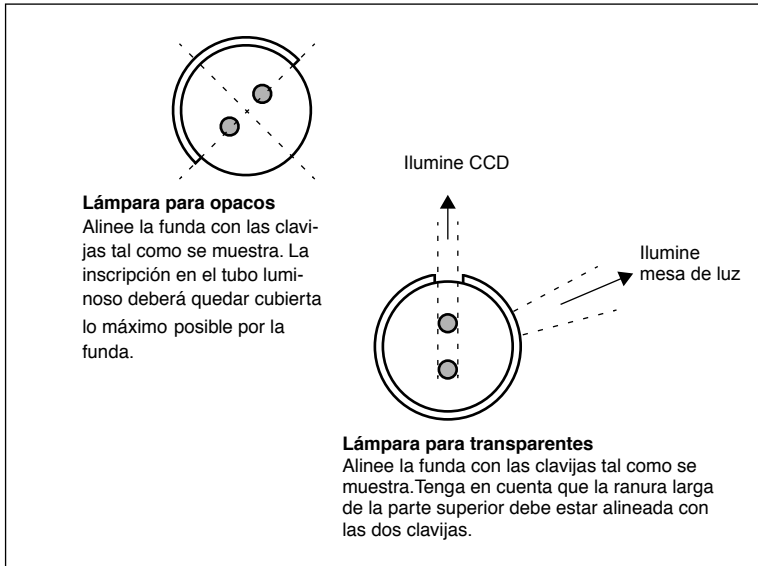

Figura 8: Alineación de la funda. La posición aproximada de ambas lámparas es tal como se ve desde la parte izquierda del escáner.
A veces, las fundas están pegadas en su sitio cuando el escáner sale de fábrica, pero cuando cambie el tubo luminoso, la funda dejará de estarlo; se ajustará para que no pueda salirse, pero podrá hacerla girar manualmente si lo intenta. La orientación correcta de la funda aparece en la Figura 8.
5. Coloque la nueva lámpara siguiendo el procedimiento contrario al que llevó a cabo para extraerla. Asegúrese de que la funda queda alineada correctamente con el escáner como se muestra en la Figura 8. Gire la lámpara y/o ajuste la funda en caso que sea necesario.